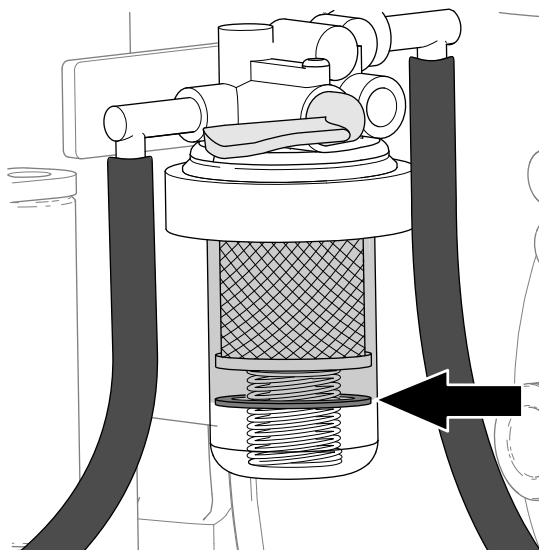

Bild 66
1. Schauen Sie auf die Wasseranzeige in der Kraftstofffilterglocke und ermitteln Sie, ob der Schwimmer aufgrund von Wasser in der Kraftstofffilterglocke erhöht ist (Bild 66).